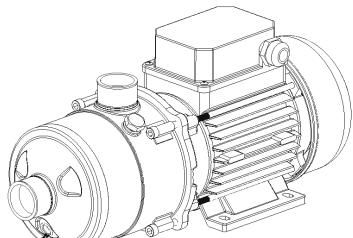

Fig.5
- Le nostre pompe non hanno bisogno di nessuna manutenzione. Si raccomanda tuttavia di vuotare il corpo pompa durante i periodi di bassa temperatura, o in caso di inattività, attraverso il tappo di spурго (Fig. 5). Se il periodo di inattività fosse molto lungo, si dovrà pulire e riporla in un luogo secco e ventilato.